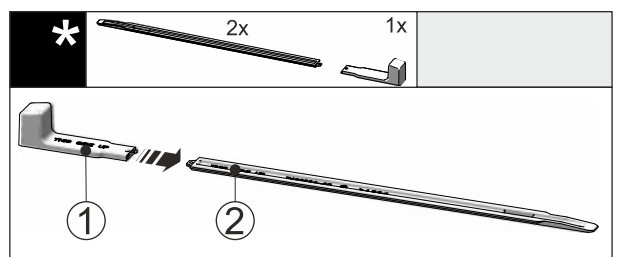

Fig. 54
- Pielieciet montāžas rokturi Fig. 54 (1) pie līmeņošanas sliedes Fig. 54 (2).